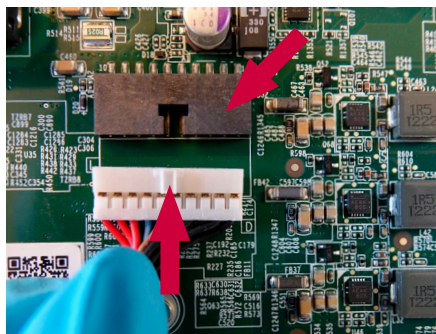

Figura 27 Voltar a ligar o conector da bateria
- a) **Volte a ligar a bateria ao conector da bateria (ver a Figura 12 e a Figura 27)**